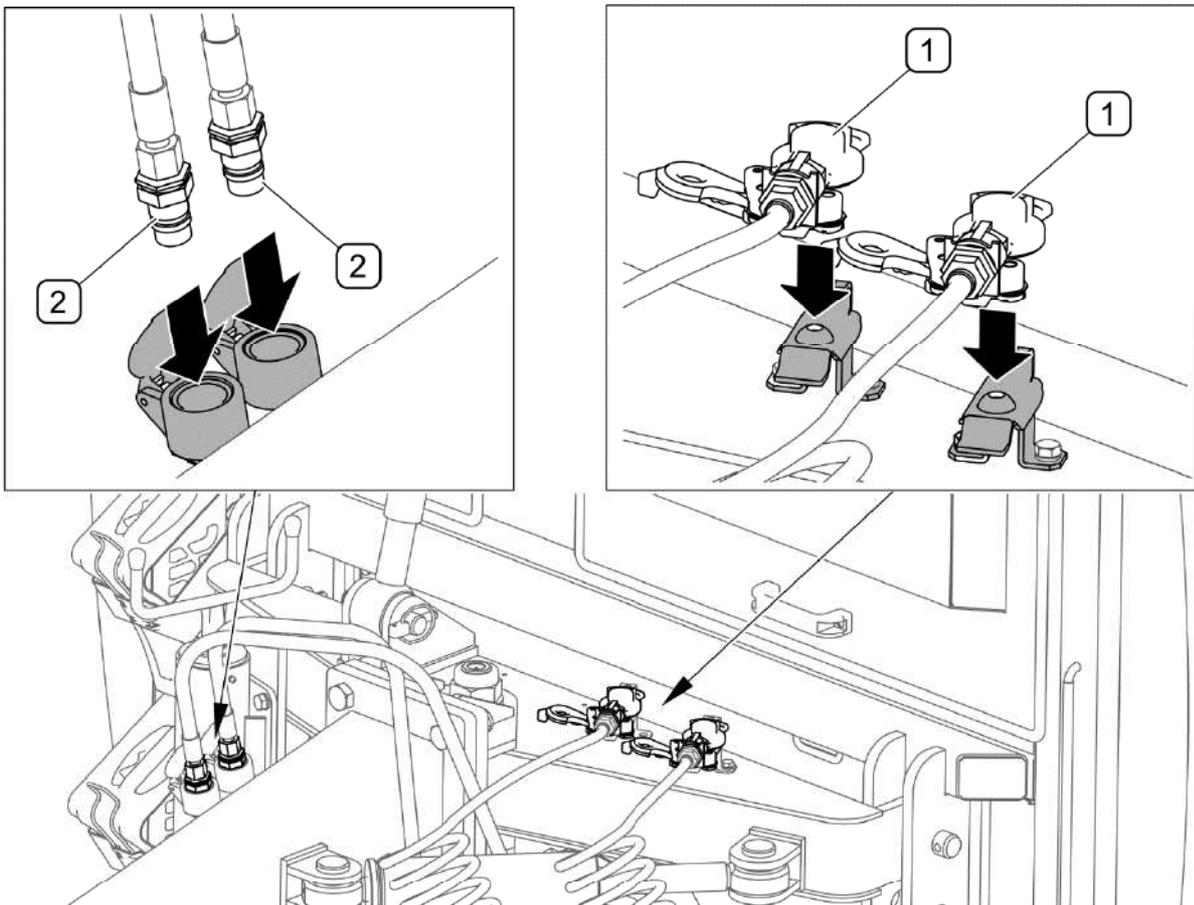

FIGURE 4.16 S</628curisation des connecteurs après le détachement du tracteur
- Les connecteurs hydrauliques de commande du timon doivent être placés dans les logements de sécurisation (FIGURE 4.16)
- Les connecteurs des prises pneumatiques doivent être installés sur les supports sur le timon (FIGURE 4.16)